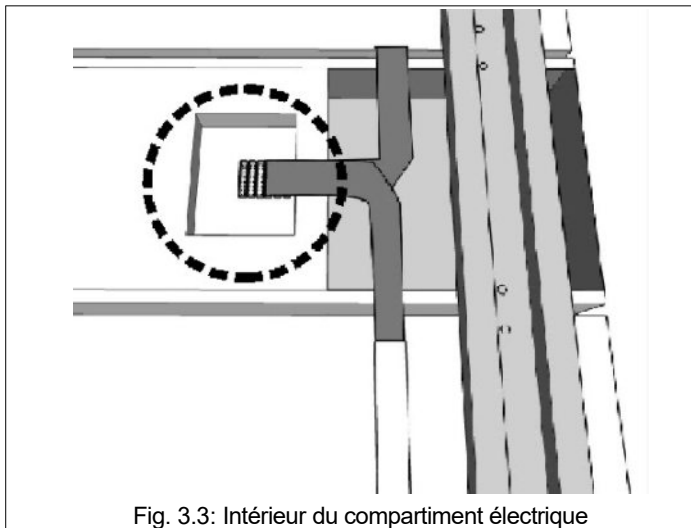
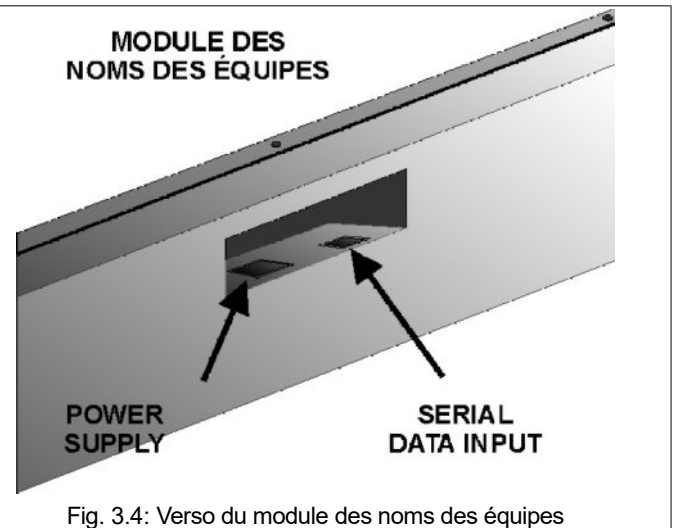

Fig. 3.3: Intérieur du compartiment électrique
Fig. 3.4: Verso du module des noms des équipes
des différents modules (Fig. 3.4) est libre pour réaliser les connexions requises.
- Branchez les câbles plats des différents modules aux connecteurs (Fig. 3.3) de la carte électronique qui se trouve à l'intérieur du compartiment électrique. Effectuez un montage ordonné en utilisant les conduits qui se trouvent au verso du tableau pour connecter les modules les plus éloignés. L'ordre de connexion **n'est pas important**: chaque câble peut être branché à l'un quelconque des 6 connecteurs disponibles. Notez que le module des noms des équipes a sa propre alimentation et connexion série, il n'est pas donc connecté à l'unité d'alimentation (Fig. 3.4).
Au verso du module des noms des équipes (voir Fig. 3.4) se trouvent: